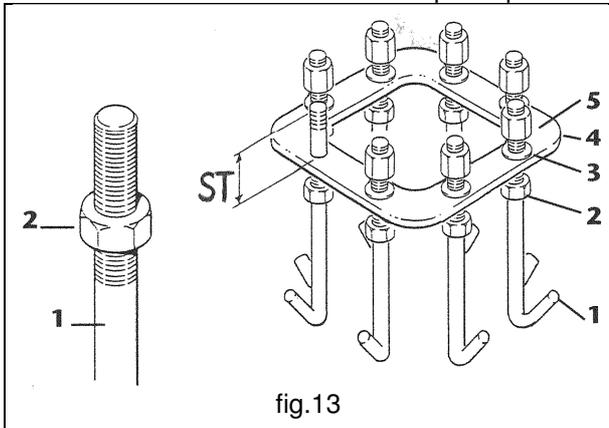

fig.13
1. Avvitare su tutti i tirafondi **1** i dadi bassi **2**, lasciando sporgere la porzione filettata corrispondente alla quota **ST** (fig.13) - (per la sporgenza **ST**, vedi "Sistemi di fissaggio" a pag. 13).